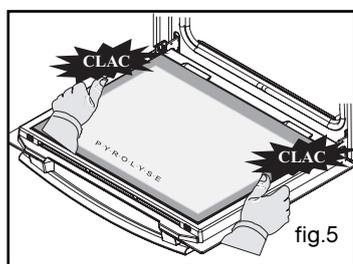

fig.5
- Clippez votre dernière glace en plaçant l'indication "P.Y.R.O.L.Y.S.E" vers vous (fig.5).
Votre écran indique : voir (fig 5)